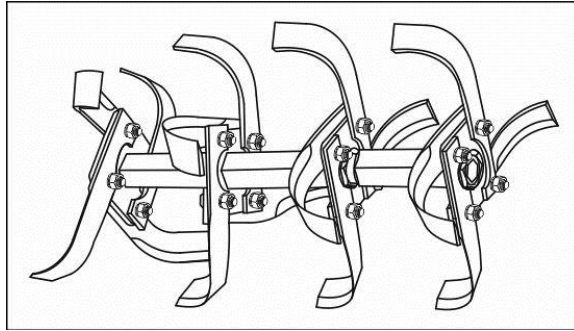

Рисунок 11. – Ґрунтофреза у зборі, модель МБ 2070Б
7. Скласти інші сегменти ротора Ґрунтофрези (див. рис. 11.) Складання лівої половини Ґрунтофрези здійснюється аналогічно, урахуванням напрямку обертання ротора.